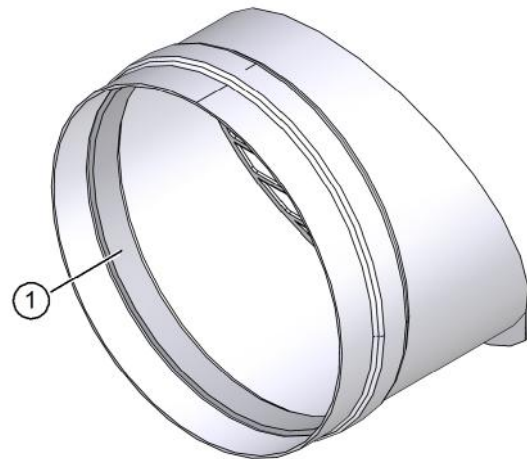

Abb. 14: Vaseline auf schwarzes Dichtband auftragen
- ▶ Tragen Sie die mitgelieferte Vaseline auf das schwarze Dichtband im Inneren der beiden Fassadenabschlüsse auf (siehe Pos. 1 in Abb. 14).